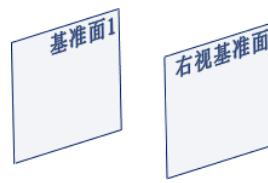

图 6.15.6 基准面 1
Step6. 创建图 6.15.6 所示的基准面 1。选择下拉菜单 **插入(I)** → **参考几何体(G)** → **基准面(F)...** 命令, 系统弹出“基准面”对话框; 选取点 1 和右视基准面为参考元素; 单击该对话框中的  按钮, 完成基准面 1 的创建。